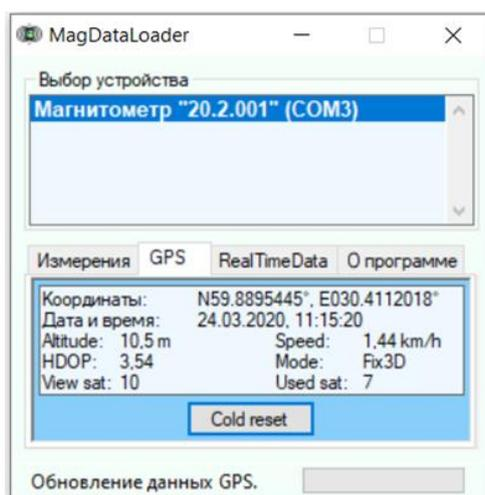

Рисунок 51 – Успешное обновление данных ГНСС
2. Переход к вкладке GPS позволяет выводить данные с ГНСС -приемника в реальном времени с частотой 1 Гц в случае успешной привязки по ГНСС -координатам (рисунок 51). На экране отображаются координаты приемника, дата и время измерений, абсолютная высота относительно уровня моря в метрах (Altitude), скорость между пикетами в км/ч (Speed), горизонтальная точность (HDOP), режим измерения (2D или 3D в зависимости от количества видимых спутников) (Mode), а также количество видимых (View sat) и используемых (Used sat) спутников.